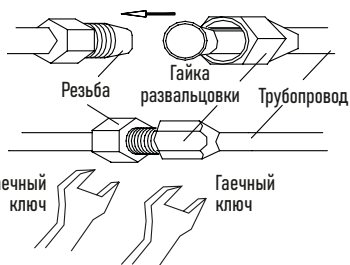

Рисунок 9
- Плотно закрутите гайку торсионным гаечным ключом до щелчка (рис. 9).